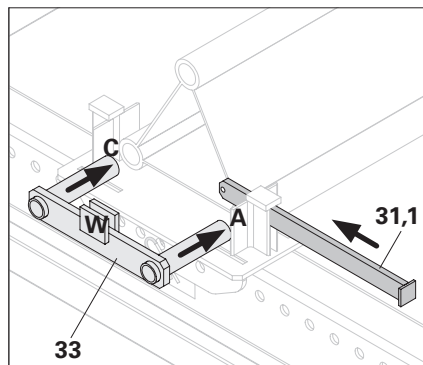

Fig. A9.02a
6. Sull'ultimo binario in alluminio, spingere i due perni dell'estremità del binario (**33**) nei due fori inferiori del tubo profilato. (Fig. A9.02a)
7. Innanzitutto, spingere il supporto (**31.2**) nel supporto del binario (in corrispondenza di A), poi tra le staffe dell'elemento terminale (in corrispondenza di B) e ancora attraverso la guida del supporto del binario (in corrispondenza di C). (Fig. A9.02a)